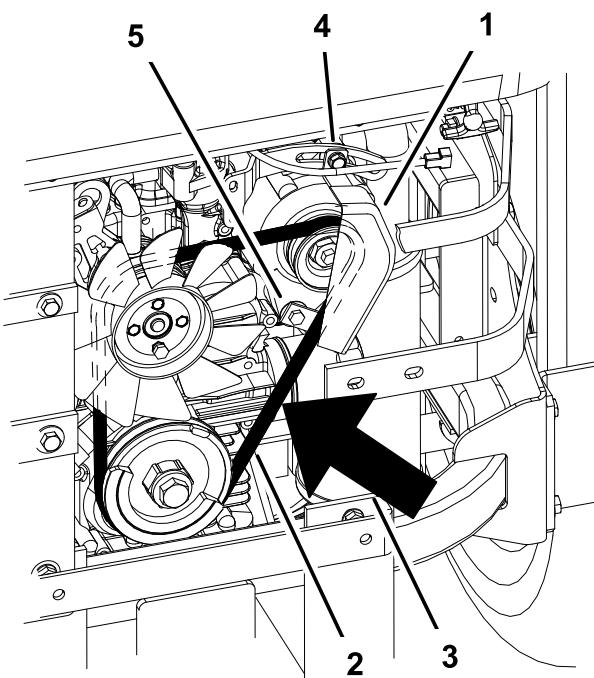

Figura 72
2. Ajuste o alternador para o exterior até haver uma deflexão de 7 a 9 mm na correia entre o motor e as polias do alternador com 10 kg de força (Figura 72).
5. Se a deflexão estiver correta, aperte os parafusos inferior e superior (Figura 72).